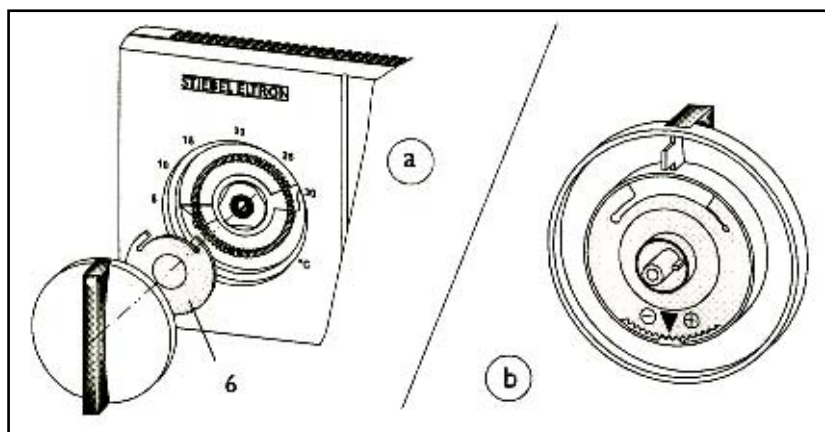

Рис. 3
Место установки влияет на правильность настройки температуры регулятора RTU S. Для этого необходимо ручку настройки температуры с юстировочным диском (6) снять с оси регулятора (рис. 3а). Согласно заводской установке стрелка юстировочного диска показывает на середину фиксации зубка на обратной стороне ручки регулятора (рис. 3б). При каком либо изменении юстировочный диск необходимо отделить от ручки настройки температуры. Поставить его обратно необходимо следующим образом: